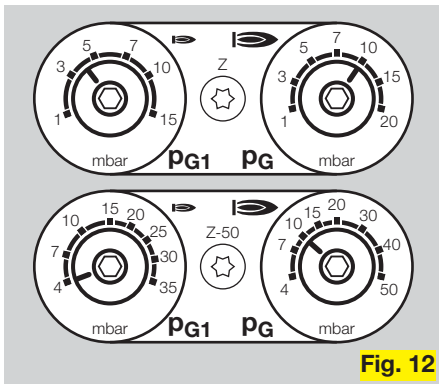

Fig. 12
**Arbeitsbereich** (Fig. 12)
**Working range** (Fig. 12)
**Plage de travail** (Fig. 12)